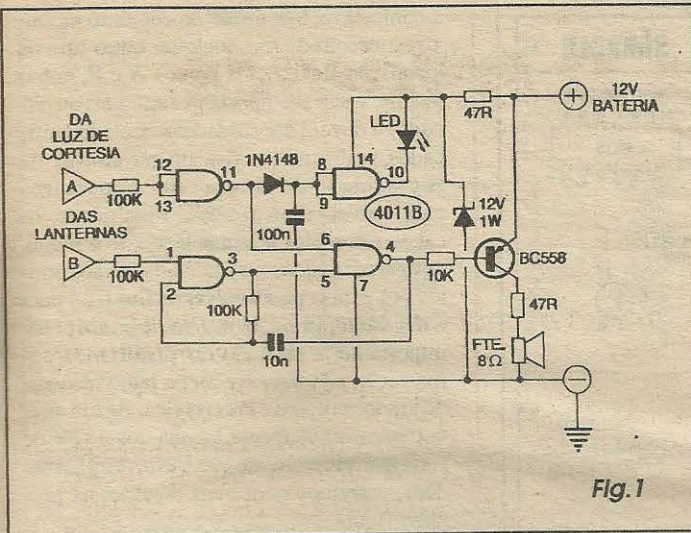
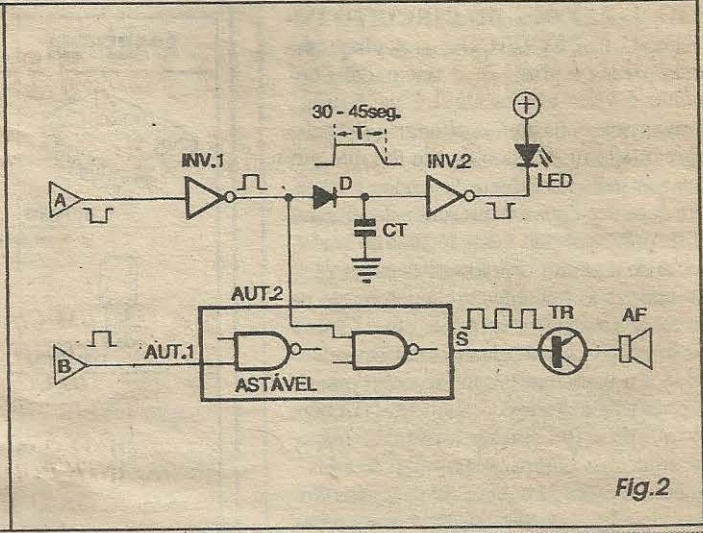

Fig.1
Fig.2
- FIG. 1 - DIAGRAMA ESQUEMÁTICO DO CIRCUITO - O esquema do circuito mostra o que se pode fazer com uma dezena de componentes comuns: um integrado C.MOS 4011B, um transistor universal, BC558, um LED, um diodo, um pequeno alto-falante e mais alguns resistores e capacitores, tudo encontrável em qualquer boteco de eletrônica! O leitor/aluno assíduo, rapidamente reconhecerá no diagrama algumas estruturas circuitais já estudadas em aulas anteriores do nosso cursinho... Nessa altura do campeonato, todos vocês já devem estar mais do que aptos a corretamente interpretar um esquema... Entretanto, para mastigar bem o funcionamento do circuito, o texto referente à
- FIG. 2 - COMO FUNCIONA... - Comparando o esquema (FIG.1) com o diagrama de blocos (FIG.2), o leitor/aluno pode acompanhar com facilidade o funcionamento do circuito, baseando-se também no que já aprendeu sobre as estruturas básicas digitais e analógicas, em aulas anteriores do nosso curso... O integrado C.MOS 4011 foi aproveitado ao máximo, nas funções possíveis para os seus quatro gates... Com dois dos gates foi montado um ASTÁVEL (frequência de áudio determinada pelo resistor de 100K e capacitor de 10n...), com sua saída (pino 4) fornecendo o sinal à base do transistor BC558, via resistor de 10K. Esse transistor, reforçador do sinal de áudio gerado pelo ASTÁVEL, aciona um pequeno alto-falante sob a proteção em série de um resistor de 47R... Esse ASTÁVEL apresenta dois terminais de autorização (pinos 1 e 6...), que devem receber simultaneamente níveis altos para que a oscilação se verifique... Se o caro leitor/aluno se antecipa um pouco, e der uma olhada à FIG. 7, lá adiante, notará que quando as lanternas do carro estiverem ligadas, o ponto B se colocará em